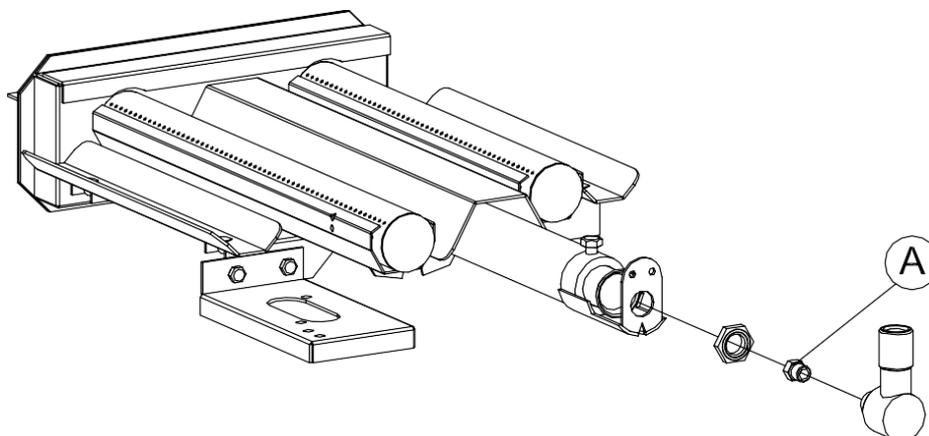

Fig. 4
1.1.- SUSTITUCION DEL INYECTOR DEL QUEMADOR. (Fig. 4).